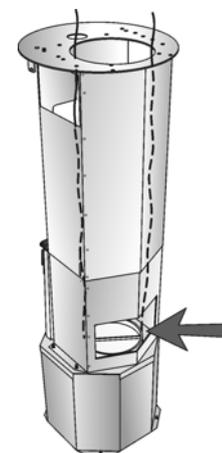

Fig. 10
7. Puxe para fora o tubo de extracção através da abertura traseira (fig. 10).